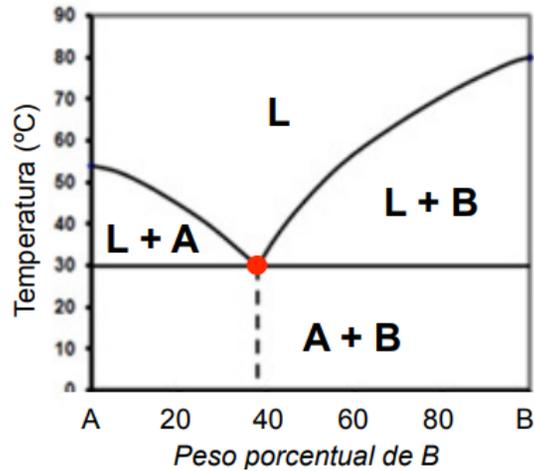

Figura 17. Reacción eutética
Eutético: punto invariante ($f = 0$) en el que un líquido (L) se transforma en otros dos sólidos diferentes (α y β). (Ver figura 17 y 18)